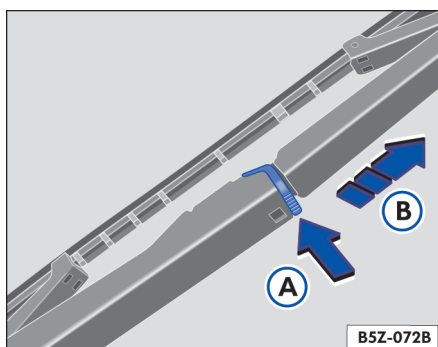

Fig. 104 Sustitución de la escobilla del limpiador de la luneta trasera
- Presione la traba de la escobilla del limpiador de la luneta trasera ⇒ fig. 104, en el sentido de la flecha (A).
- Tire la escobilla del limpiador de la luneta ⇒ fig. 104, en el sentido de la flecha (B).
- Inserte una escobilla nueva **con la misma longitud y del mismo modelo** en el brazo del limpiador de luneta, en el sentido contrario al de la flecha (B), hasta oír el clic de encaje de la traba.